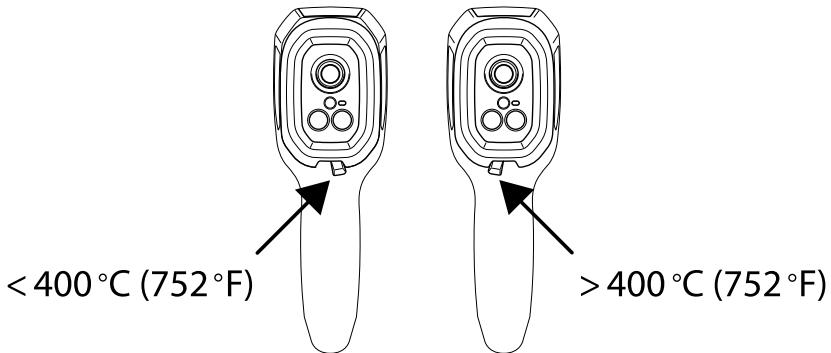
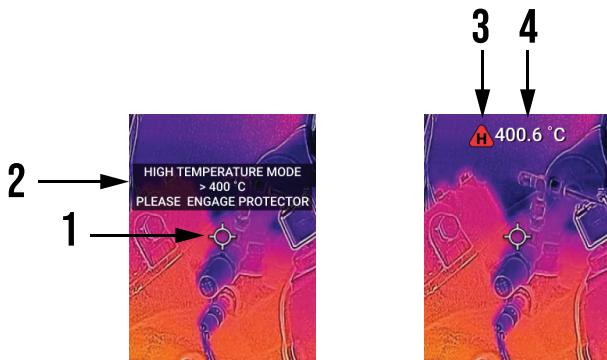

Figura 13.1 Interruptor de alta temperatura de TG298.
Figura 13.2 1. Punto objetivo, 2. Mensaje de alerta, 3. El ícono "H" aparece cuando el interruptor está conectado, 4. Medida de temperatura.
Consulte la **figura 13.1**, a continuación, para conocer el posicionamiento adecuado del interruptor para aplicaciones de alta y baja temperatura (las imágenes que aparecen a continuación muestran la cámara desde el lado opuesto). Cuando la cámara está en modo de alta temperatura, aparecerá el ícono "H" en la pantalla, como se muestra en la **figura 13.2**.
3. METERLiNK buscará la cámara (la cámara debe estar encendida). Consulte la **figura 13.1** a continuación.
1. Abra la *GALLERY* (Galería) de la cámara desde el menú principal y desplácese hasta una imagen con las teclas de flecha. Consulte la **figura 13.2** y la **13.3**, a continuación.